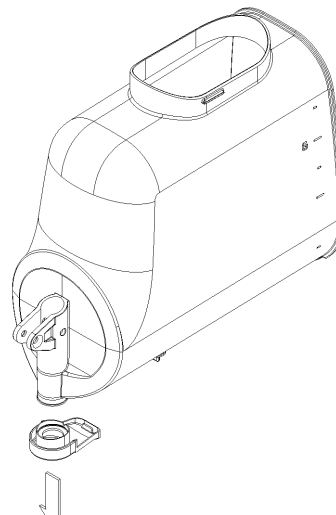

figura 12
- sacar del recipiente el restrictor de flujo (ver figura 12)
7 Sacar del recipiente el restrictor de flujo (ver figura 12).
- 5 Sacar del recipiente el restrictor de flujo (ver figura 12).